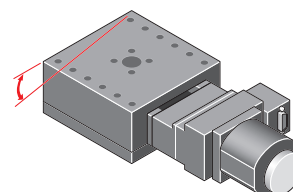

図3-11 平行度
3.11 平行度 [JIS B 6330-1980準拠] [図3-11]